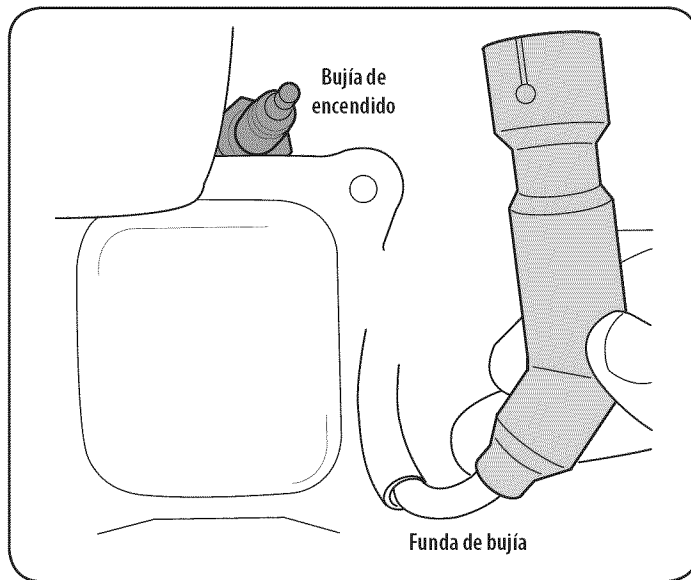

Figure 32
1. Retire la funda de bujía y utilice una llave para bujías para extraer la bujía. Vea la Figure 32.